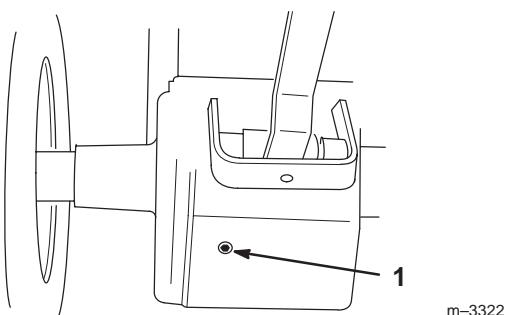

Figure 52
- Enlevez le bouchon pour commencer la vidange (Fig. 52).